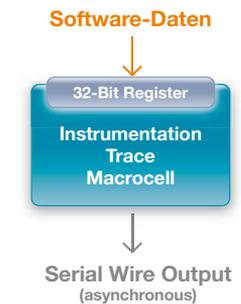

Bild 22: Der CoreSight Instrumentation Trace mit Ausgabe über den Serial Wire Output.
2. Die ITM macht die Informationen entweder direkt über den *Serial Wire Output* (siehe Bild 22) oder zusammen mit anderen Tracedaten über die *CoreSight Trace Port Interface Unit (TPIU)* nach außen sichtbar.